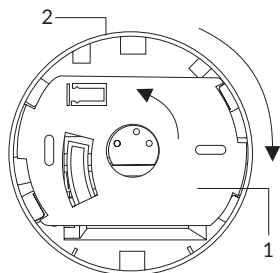

Рис. 2
- 6.1.** Отделить монтажное основание (рис. 2, поз. 1) от корпуса устройства (рис. 2, поз. 2), повернув его против часовой стрелки.